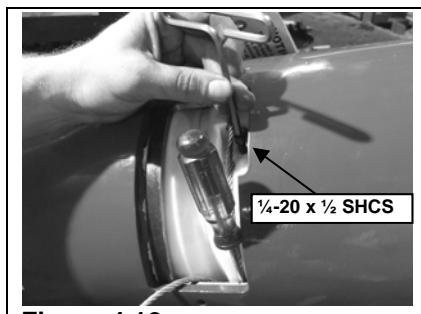

Figura 4.12
Paso 16. Vuelva a instalar los tornillos de cabeza hueca de 1/4-20 x 1/2 SHCS (si los había extraído) en la bobina del compensador sobre el vástago esférico. (Ver Figura 4.12)